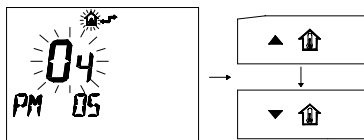

fig. 8.5
- 12 Per modificare il *SET* programmato agire sui pulsanti o e aspettare che il numero programmato cominci a lampeggiare (fig. 8.5)